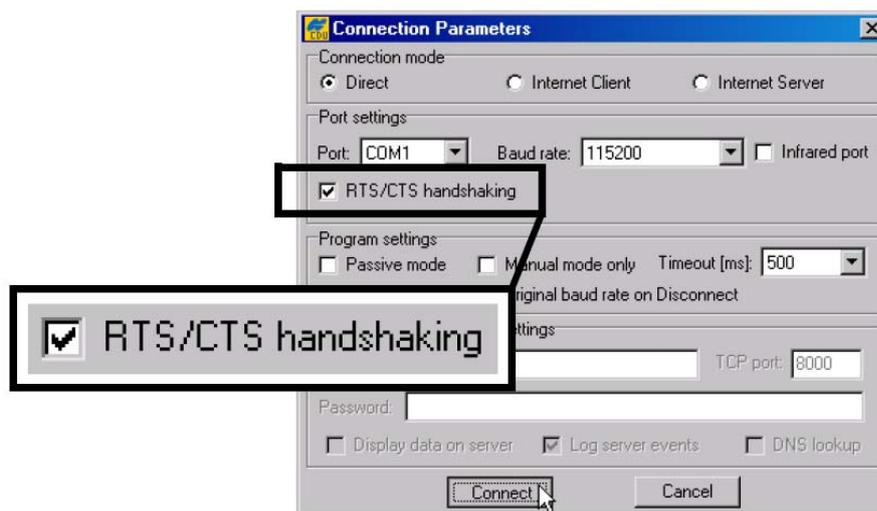

Рисунок 3-9. Диалоговое окно Connection Parameters (Параметры интерфейсов)
2. В диалоговом окне **Connection Parameters (Параметры интерфейсов)** выставьте флажок **RTS/CTS handshaking (квитирование сигналами RTS/CTS)** (см. рисунок 3-9). Описание остальных параметров в этом окне приводится в разделе “Параметры подключения PC-CDU” на странице 2-17.